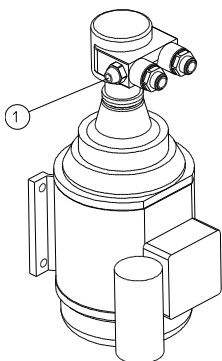

Abb. F-3: Pumpe
- Mit dem Einstellventil Betriebsdruck (siehe Abb. F-3, Pos 1) die Pumpe so eindrosseln, dass die Anlagen spezifische Permeatfluss 125 l/h erreicht wird.